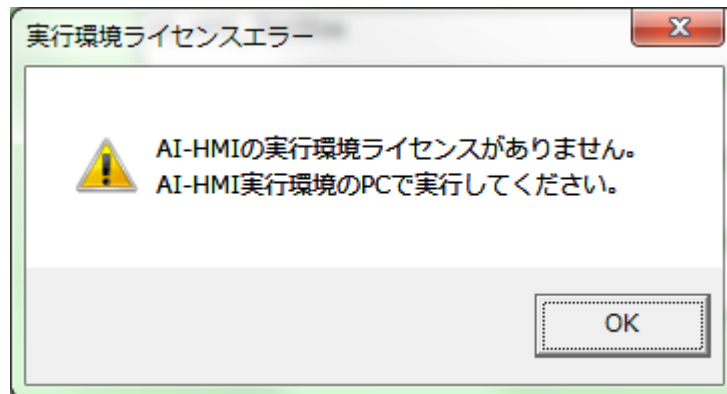

図 5-4-4 実行環境ライセンスエラー
- ※ デバッグモードで実行時、デバッグを開始してから1時間経過するとライセンスエラーのメッセージが表示されます。(図 5-4-4)